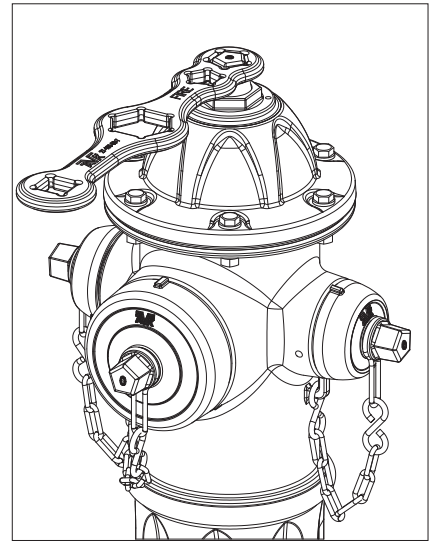

Fig. 7C
4. Retire la tuerca de operación (F10) con la llave de operación AVK. Gírelo en sentido antihorario para "Abrir a la izquierda", y en sentido horario para "Abrir a la derecha". Retire las arandelas antifricción (F8) y póngalas a un lado con la tuerca de operación. (Ver Fig. 7C)